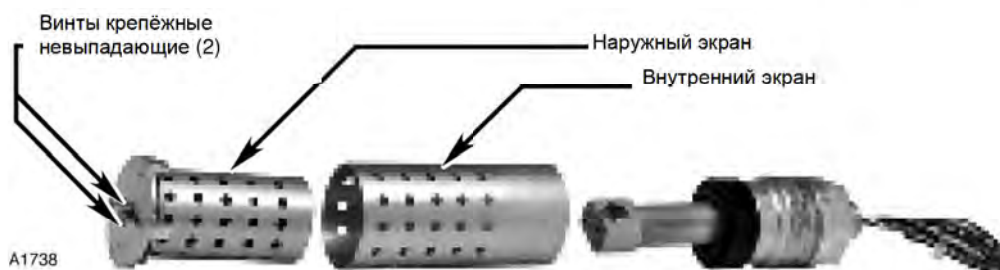

Рис. 10. Разборка алюминиевой модели.
1. Ослабьте два крепёжных винта на торце всепогодного защитного экрана детектора и снимите систему экранов-фильтров. В случае алюминиевой модели пользуйтесь стандартной отверткой. Для модели из нержавеющей стали используйте шестигранный ключ 7/64 дюйма (см. рис.10 и рис.11).
3. В случае алюминиевой модели наденьте наружный экран на блок зеркал. Наружный экран должен быть направлен цельной стороной (без отверстий) в сторону цоколя устройства. Если он ориентирован неправильно, сборка экранов не войдёт внутрь наружного экрана. Вставьте сборку внутренних экранов в наружный экран и поворачивайте её до тех пор, пока она не установится полностью, после чего закрепите два крепёжных винта с помощью обычной отвертки (см. рис. 10).